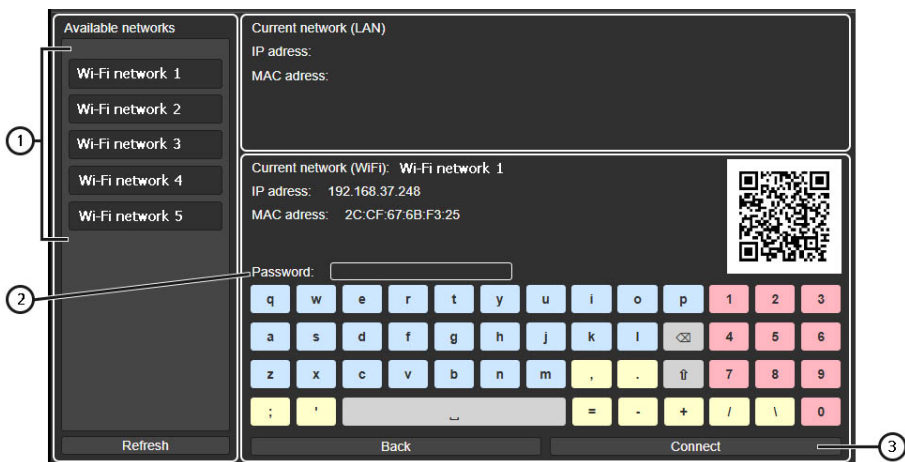

Рисунок 8
3. В отрывшемся окне из списка доступных Wi-Fi сетей выберите необходимую см. поз. 1 рис. 8.